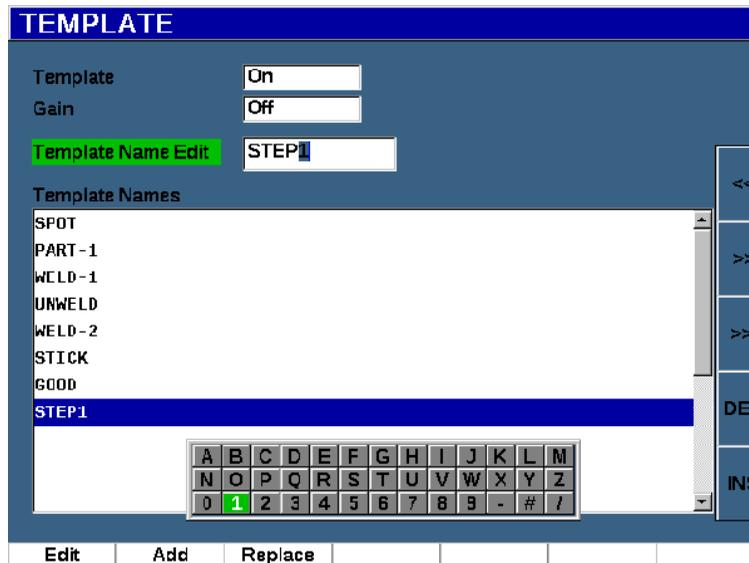

Рис. 11-48 Страница настройки Template (Шаблон)
2. Нажмите **Setup** (клавиша P7) для отображения страницы настройки Template [Шаблон] (см. Рис. 11-48 на стр 310).